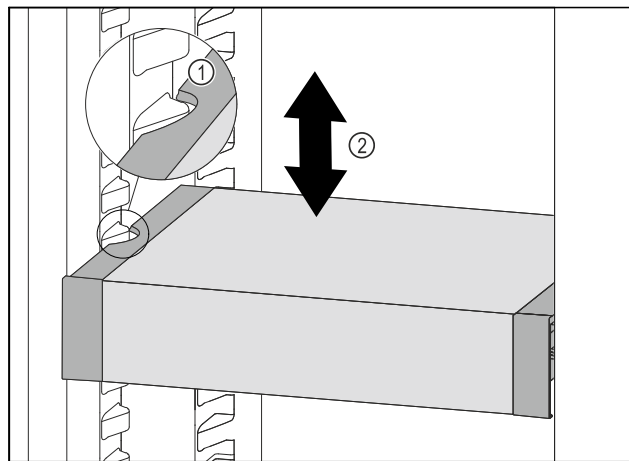

Fig. 129
- Táhněte VarioSafe dopředu, dokud nebudou boční vybrání VarioSafe na úrovni žebrování na nádoby v chladničce. Fig. 129 (1)
- Posouvejte VarioSafe v chladničce nahoru nebo dolů, dokud nedosáhnete požadované výšky. Fig. 129 (2)